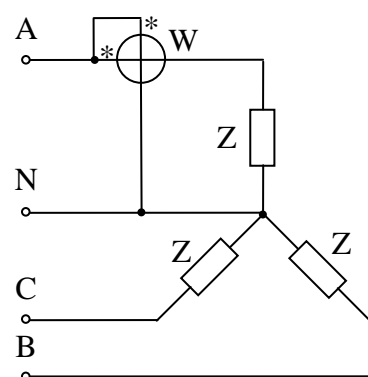

Рис. 4.
15. Фазные токи и напряжения в четырехпроводной трехфазной цепи (рис. 4) с симметричной активной нагрузкой равны 5 А и 220 В. Определить показания ваттметра и активную мощность потребителя.